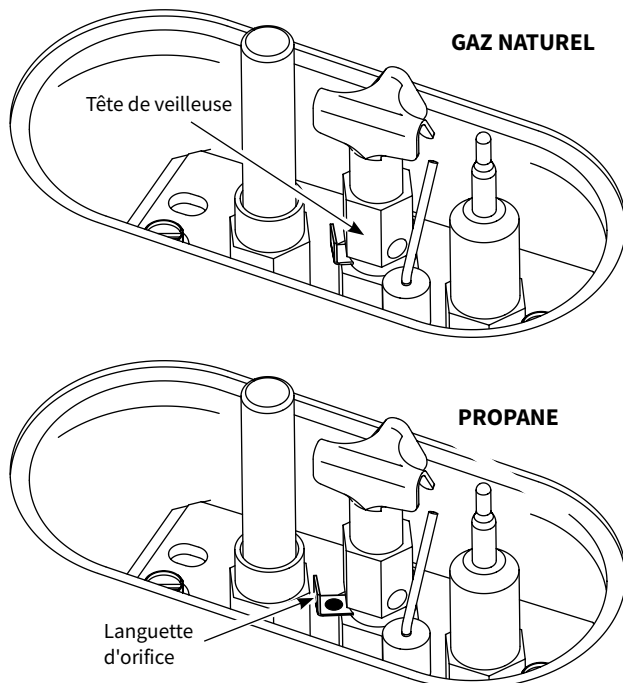

Figure 7.5 Conversion intégrée de l'orifice de veilleuse.
5. **REMPLEZ L'ORIFICE DE VEILLEUSE INTÉGRÉ DUAL-FUEL :** Avec une clé à fourche de 7/16 po ou 11 mm, desserrez la tête de veilleuse juste assez pour régler la languette de l'orifice. Voir la figure 7.5.